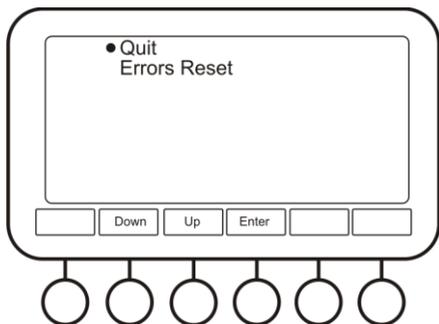

Рисунок 7. Текущие ошибки
- 5.9.3.1 **Текущие ошибки (Current Errors, рис. 7).** Этот пункт позволяет пользователю посмотреть и сбросить список всех текущих ошибок. Смотрите главу **Диагностика неисправностей**, пункт **6.3**, для списка всех возможных ошибок.